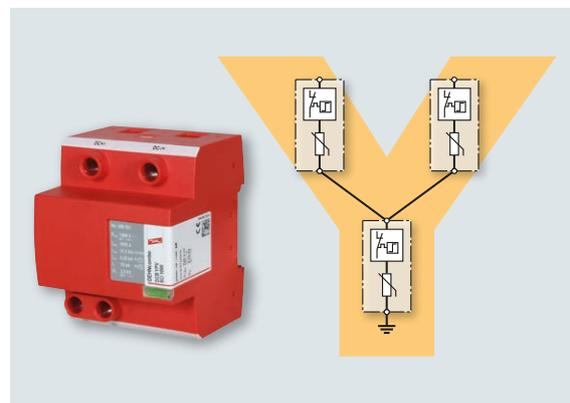

Bild 9 DEHNcombo YPV – kombinierter Überspannungs-Ableiter Typ 1 + Typ 2 mit fehlerresistenter Y-Schaltung
Der Kombi-Ableiter DEHNcombo YPV (FM) erfüllt mit seiner bewährten fehlerresistenten Y-Schutzbeschaltung die vorgenannten Anforderungen. (**Bild 9**)